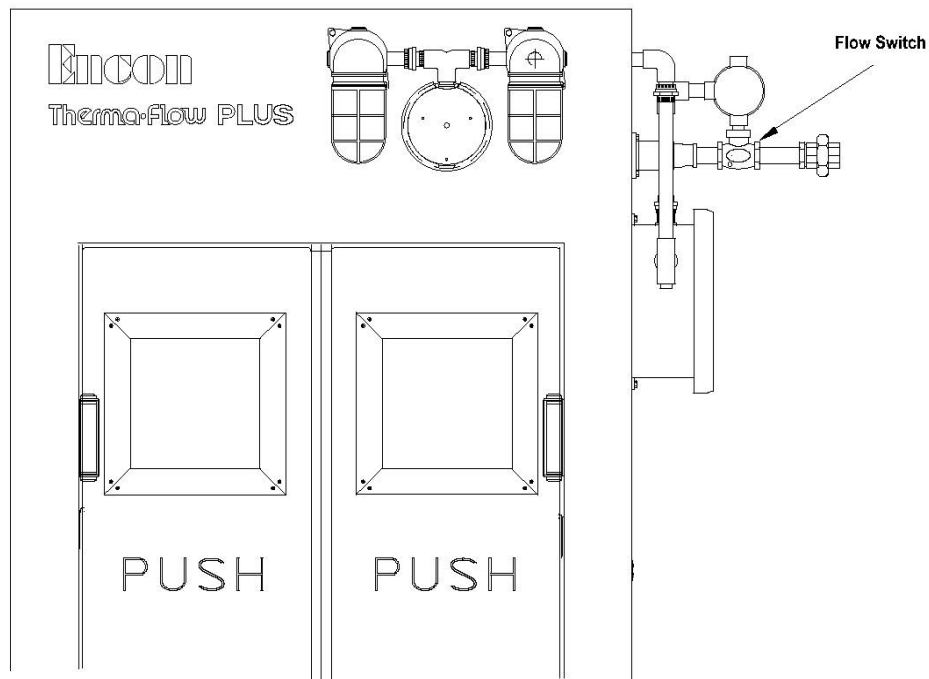

Figura 4-13. Sección superior con alarmas e interruptor de flujo
4. Afloje la tuerca del sombrerete del cuerpo del interruptor de flujo en el conducto. Retire la junta del sombrerete. Gire el sombrerete del interruptor en sentido antihorario, despejando el conducto, y retire el conjunto del interruptor de flujo del cuerpo de la unidad. No tiene que retirar el cuerpo de la unidad del sistema (consulte la figura 4-13).
5. Asegúrese de que el conjunto de canal esté limpio y sube y baja fácilmente tubo del interruptor. De ser necesario, retire el anillo de retén “A” para desmontar el canal completo y retire el anillo “B” para desmontar solo el disco (consulte la figura 4-13) para limpiar completamente el conjunto.
Nota: Cuando se realice la instalación del interruptor de flujo, asegúrese de que el sentido de flujo es correcto observando las marcas en la carcasa del interruptor de flujo “IN” y “OUT (consulte la figura 4-13). No permita que el compuesto sellador ingrese al interruptor de flujo.